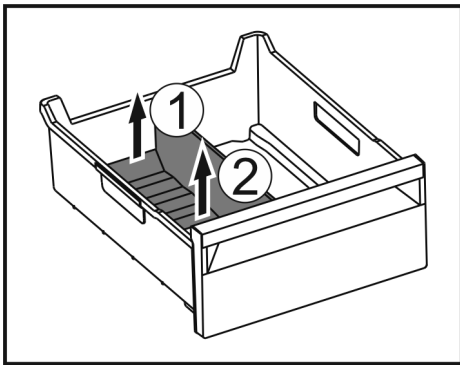

Fig. 153
- Løft opp baksiden av isrom-deleren. Fig. 153 (1)
- Ta ut isrom-deleren oppover. Fig. 153 (2)